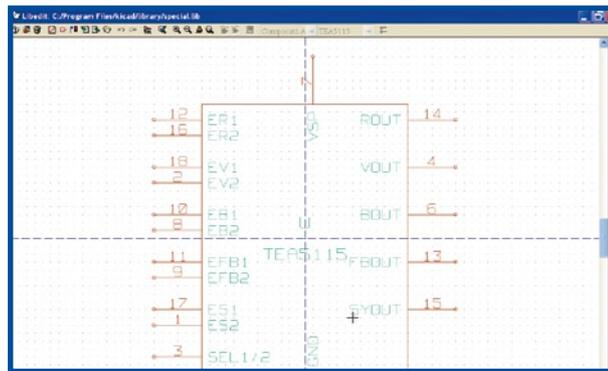

Figure 3. Si vous deviez ne pas trouver votre composant sur Internet, rien ne vous empêche de le dessiner avec Libedit!
La barre supérieure comporte divers outils : manipulation de fichiers (ouverture, sauvegarde) ; le bouton (B) permet de choisir le format de page (A4 à A0 et A à E ainsi qu'un format à définir par l'utilisateur) et de remplir les différentes rubriques du cartouche du schéma. La prochaine version de KiCad, dont la sortie semble imminente, apportera à **EeSchema** une fonction Undo/Redo (Annuler/Rétablir). Les deux icônes suivantes permettent l'appel du visualisateur/éditeur de composants **Libedit** (**figure 3**);